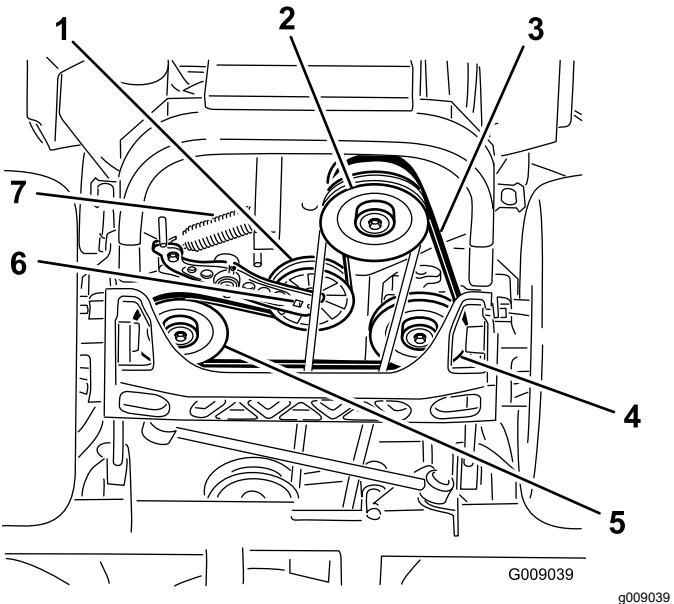

Figura 104
4. Eleve a máquina e apoie-a (Figura 104).
5. Utilize uma lingueta no orifício quadrado no braço intermédio para retirar a mola intermédia (Figura 104).
6. Desengate a mola intermédia da estrutura (Figura 104).
9. Utilize uma lingueta no orifício quadrado no braço intermédio; coloque a mola intermédia na estrutura (Figura 104).